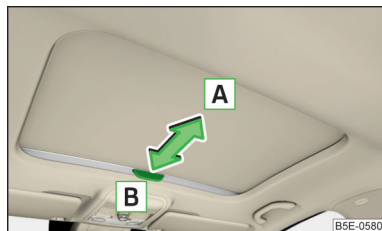

Abb. 42
- Zum **Öffnen** den Griff in Pfeilrichtung **A** ziehen » Abb. 42.